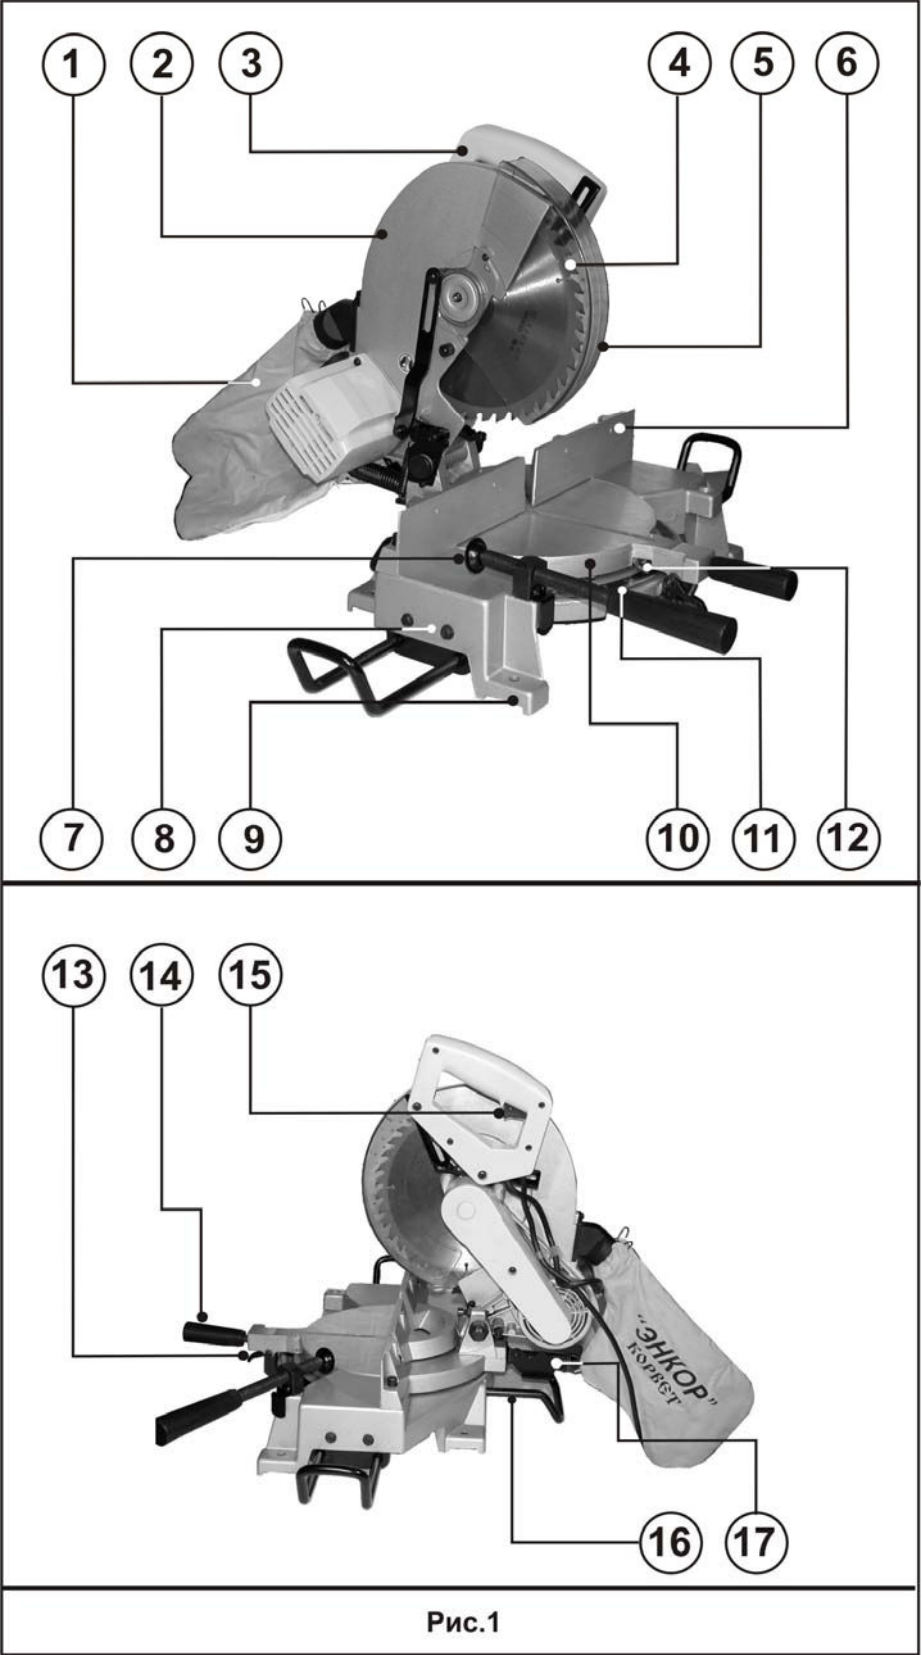
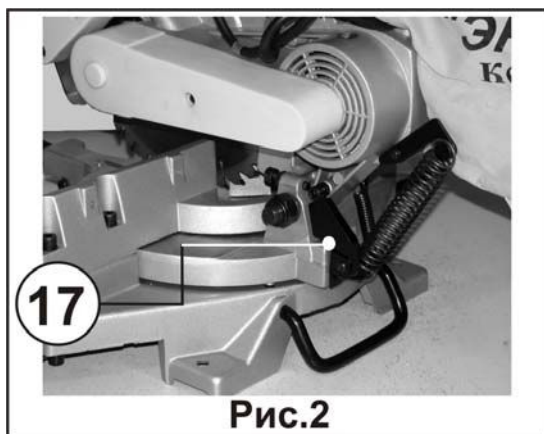

Рис.1
Рис.2
7. РАСПАКОВКА (Рис.1)
- Нажмите на рукоятку (3), Рис. 1, пилы вниз и отведите рычаг (17), Рис. 2, в крайнее заднее положение.